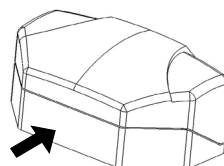

Рисунок 3
- Снимите крышку извещателя, для чего нажав на заднюю стенку основания извещателя (рисунок 3), сдавите пальцами второй руки края крышки, в местах указанных на рисунке 4, снимите крышку.